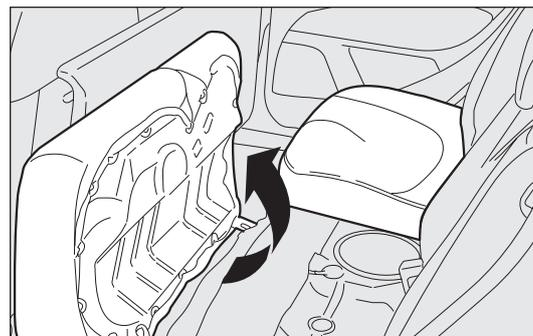

fig. 92
### Ampliamento parziale (1/3 oppure 2/3) fig. 92 (per versioni/mercati, dove previsto)
- ribaltare i cuscini in avanti nel senso indicato dalla freccia fig. 92;